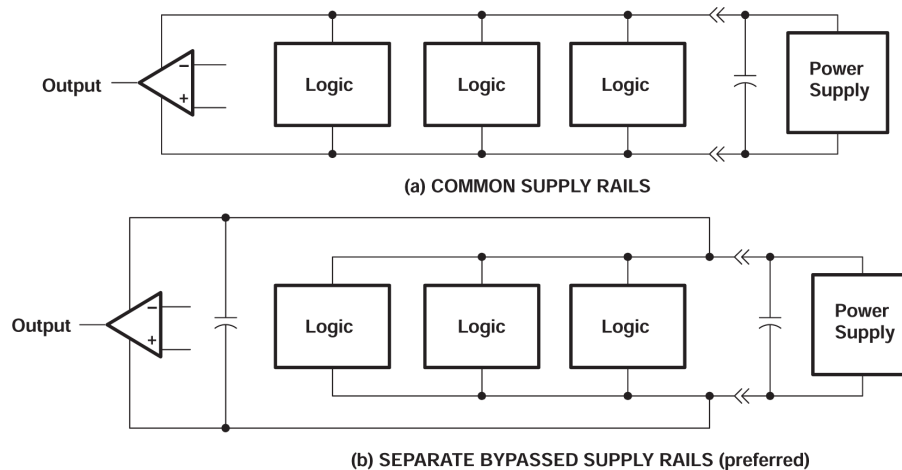

図 7-2. 同相電源レールと分離電源レールとの関係
1. 独立したバイパス電源ラインから線形デバイスに電力を供給します (図 7-2 を参照)。そうしないと、デジタルロジックの大きなスイッチング電流により電圧降下が発生し、線形デバイスの電源レールが変動する可能性があります。